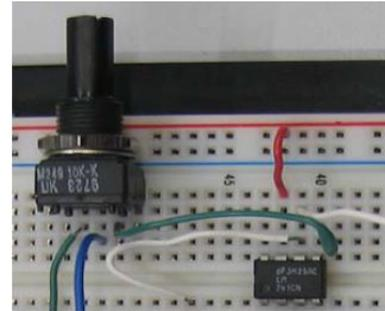

Figura5: Particolare della connessione del potenziometro.
- Alimentare l'Op-Amp; si proceda** alla compensazione della tensione di offset (VOS) utilizzando la configurazione illustrata in **Figura4**. Come si nota dallo schema, è necessario collegare il potenziometro all'alimentazione negativa (-Vcc) ed ai piedini 1 e 5 dell'Op-Amp. In **Figura5** è riportato il particolare di tale connessione.